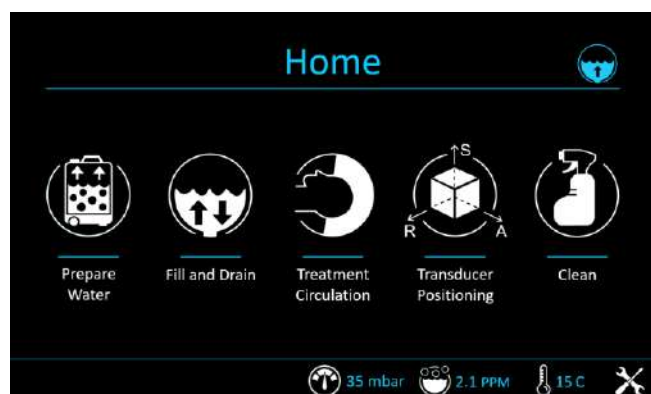
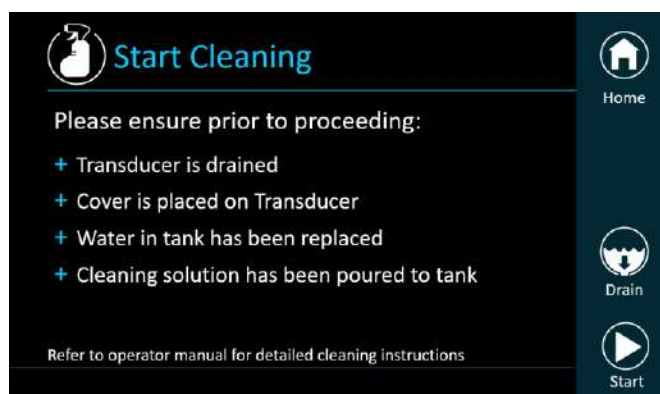
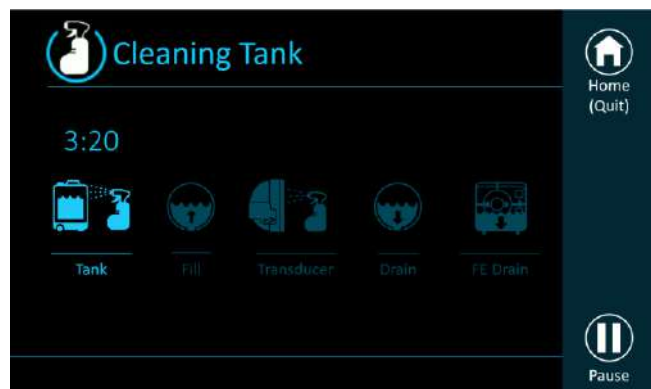

Figura 12-7: Menú «Home» (Inicio)
Figura 12-8: Menú «Clean» (Limpiar)
**Figura 12-9: «Cleaning Tank»
Paso 12. En la pantalla principal del circuito de agua: menú «Home» (Inicio) (**Figura 12-7**), pulse la opción «Clean» (Limpiar). El sistema cambiará al modo Clean (Limpiar) (**Figura 12-8**).
Paso 13. Pulse el botón «Start» (Iniciar) para iniciar la operación de limpieza (**Figura 12-8**). Aparecerá un temporizador de cuenta atrás, mostrando el tiempo restante de limpieza del depósito (**Figura 12-9**).